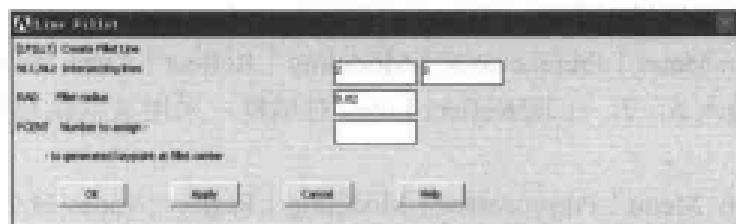

图 13-101 线段倒角对话框
(7) 选择 Utility Menu | PlotCtrls | Numbering 命令, 出现 Plot Numbering Controls 对话框, 选择 LINE Line numbers 选项, 使其状态从 Off 变为 On, 其余选项均采用默认设置, 单击 OK 按钮关闭该对话框。
(8) 选择 Main Menu | Preprocessor | Modeling | Create | Lines | Line Fillet 命令, 出现 Line Fillet 菜单, 在文本框中输入 2, 3, 单击 OK 按钮, 出现 Line Fillet 对话框, 参照图 13-101 对其进行设置, 单击 OK 按钮关闭该对话框。